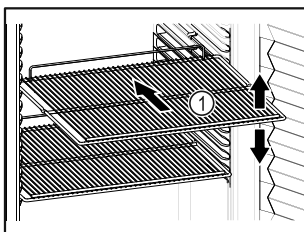

Fig. 58
- ❑ Lorsque les grilles de support Fig. 58 (1) peuvent être déplacées, changez leur position en fonction de la hauteur des aliments.